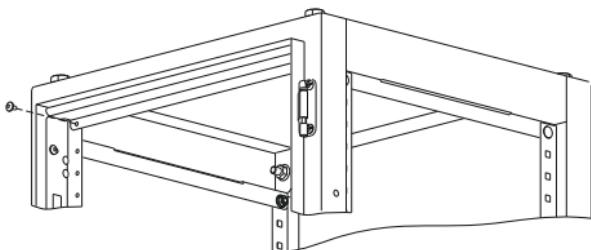

Рисунок 24
17.3 Вставьте заглушку рамы под панели ЛГ/ЛМА между двух уголков вертикальных и закрепите на них винтами M4×8 (рисунок 24).